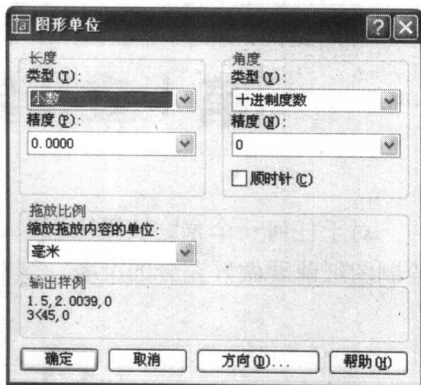

图 1-1 “图形单位”对话框
(1) 启动中文版 AutoCAD 2005 应用程序,单击“格式”|“单位”命令,弹出“图形单位”对话框,如图 1-1 所示。
(2) 在“长度”选项区中的“类型”下拉列表框中有 5 种长度单位可供选择,这里选